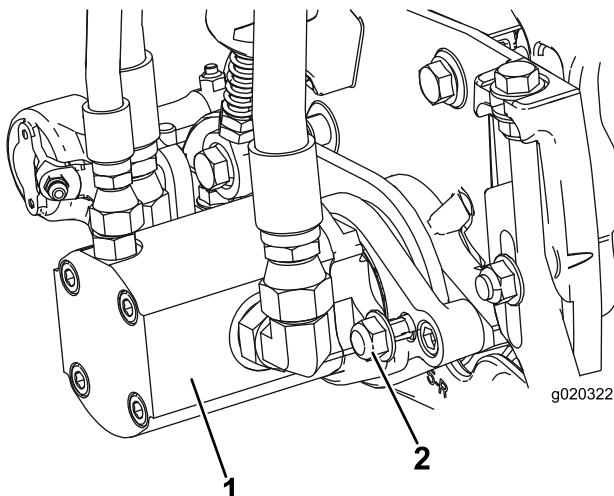

Figura 10
15. Instale el motor girándolo en sentido horario de modo que lasbridas del motor no choquen con las contratuercas (Figura 10). Gire el motor en sentido antihorario hasta que lasbridas rodeen las tuercas, luego apriete las tuercas.